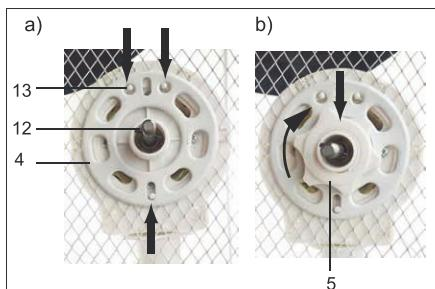

Fig. 2: Montage hinteres Schutzgitter
2. Drehen Sie das Ganze um, so dass jetzt die Unterseite von Sokels und der Basis zu sehen ist, Abb. 2, b).
3. Schrauben Sie die Basis mit den Kreuzschlitzschrauben (2) im Uhrzeigersinn fest.
4. Schieben Sie das hintere Schutzgitter (4) auf die Achse (12) und die Zentriertüpfel (13) des Motorblocks. Siehe Abb. 2, a).
5. Schieben Sie die Sechskantmutter (5) auf die Achse vor das hintere Schutzgitter und drehen Sie diese im Uhrzeigersinn fest. Siehe Abb. 2, b).